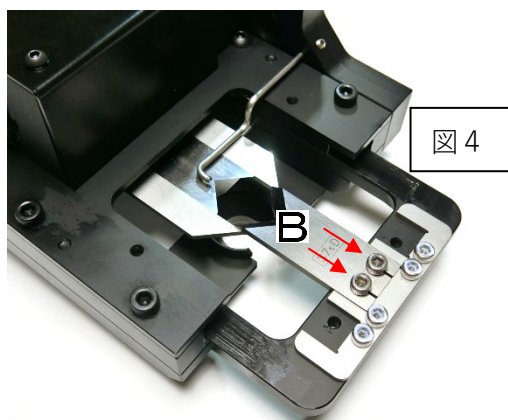

図 4
- (3) B の M 3 キャップスクリューを外し、下刃を取り外します。〈図 4 参照〉
- ・次に、下刃を下刃ホルダーに奥までしっかり挿入し、B のキャップスクリューで取り付けます。〈図 4 参照〉